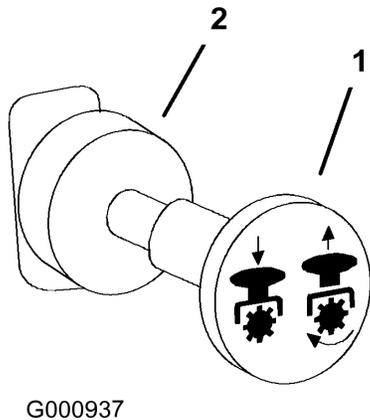

Figura 13
3. Mueva la toma de fuerza (PTO) a la posición Desengranada (Figura 13).
1. Ponga la toma de fuerza en desengranada (Figura 13).